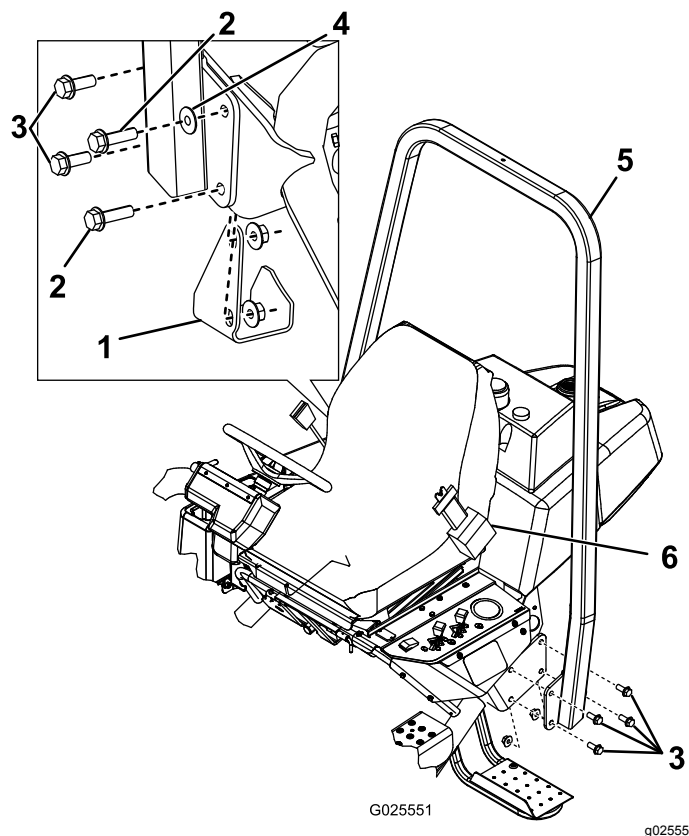

Figura 6
2. Baixe a estrutura ROPS (Figura 6) para os suportes de montagem, alinhando os furos de montagem.
3. Prenda o lado esquerdo da barra de segurança ao suporte de montagem com 4 parafusos (½ pol. x 1,5 pol.) e porcas de bloqueio (Figura 6).
4. Prenda o lado direito da barra de segurança e o tapete do macaco previamente removida ao suporte de montagem com 2 parafusos (½ pol. x 1,5 pol.), 2 parafusos (½ pol. x 1,75 pol.), 1 anilha e porcas de bloqueio como se mostra na Figura 6.
Importante: Certifique-se de que instala a anilha no local correto como se mostra na Figura 6.